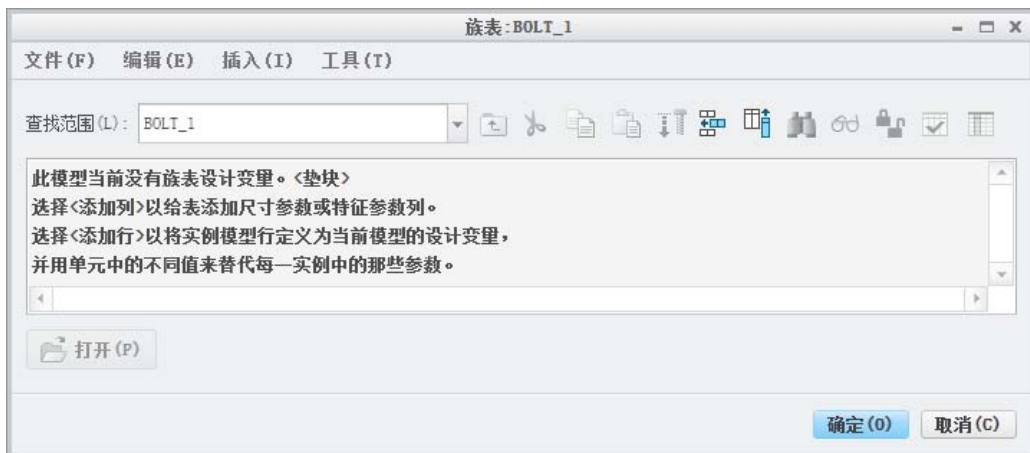

图 7.1.1 “族表 BOLT_1”对话框（一）
Step1. 在功能选项卡区域的 **工具** 选项卡中单击“族表”按钮 ，系统弹出图 7.1.1 所示的“族表 BOLT_1”（族表定义）对话框（一）；如果模型中不包括任何已经定义的族表，则在族表定义对话框中将会出现图 7.1.1 所示的提示信息（系统提示定义族表的行和列，